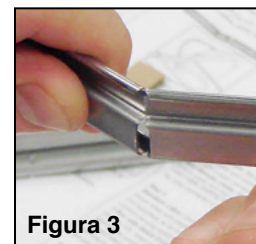

Figura 3
3. Tome la barra a ambos lados de esta muesca y dóblela en dirección opuesta a la muesca. Cuando esta muesca se abra, la barra se partirá a lo largo de la línea punteada. (Figura 3)